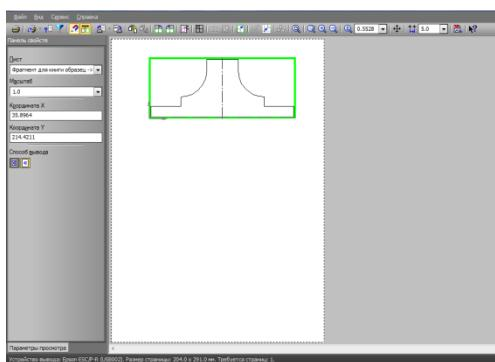

Рисунок 8.20 – Просмотр документа в режиме
– щелкните в дереве элементов чертежа по пункту *Параметры листа*, если он не раскрыт, а затем по пункту *Неуказанная шероховатость*. В правой части появится панель *Параметры текста неуказанной шероховатости*, показанная на рисунок 8.20.